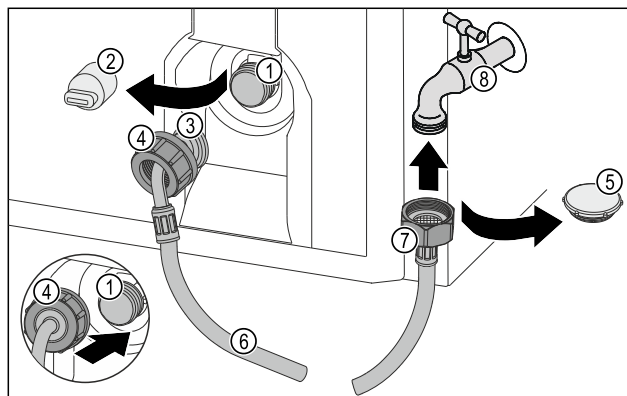

Fig. 58
- ▶ 移除密封盖 Fig. 58 (5)。
- ▶ 将软管直头 Fig. 58 (7)装在水龙头 Fig. 58 (8)上。
- ▶ 顺时针拧紧软管直头 Fig. 58 (7)上的螺母。